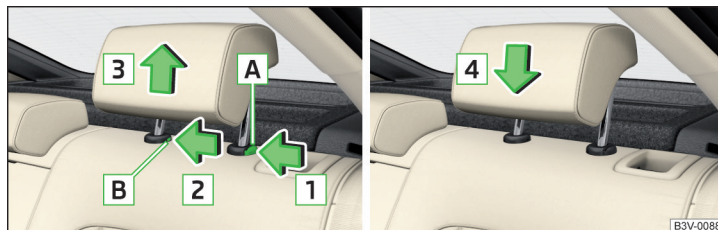

Fig. 75 Scoaterea/introducerea tetierei din spate
- Mențineți butonul de siguranță **A** în sensul săgeții **1**, în același timp (cu o șurubelniță plată cu lățimea de maxim 5 mm), apăsați butonul de siguranță în deschiderea **B** în sensul săgeții **2** și scoateți tetiera în sensul săgeții **3** » fig. 75.